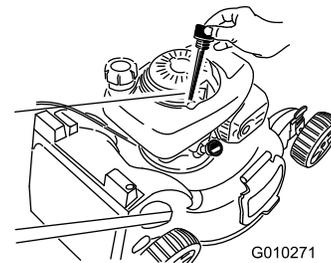

Figura 42
3. Girate il tappo in senso antiorario ed estraete l'asta di livello (Figura 42).
4. Inclinate la macchina sul fianco (di modo che il filtro dell'aria si trovi in alto) per scaricare l'olio usato attraverso il tubo di riempimento (Figura 42).